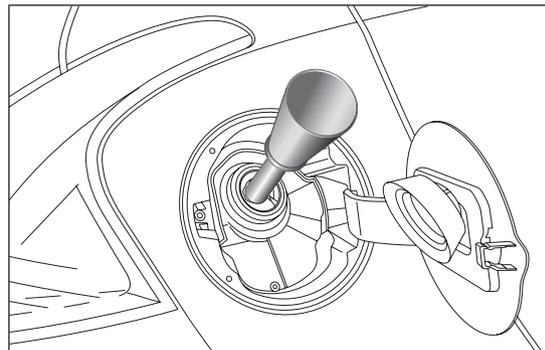

fig. 91
- inserire l'adattatore B nel bocchettone, come indicato in fig. 91 e procedere al rifornimento;